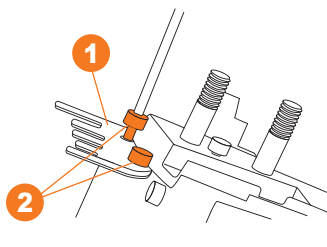

Рис. 5
2. Установите зубчатый упор **1** на установочную площадку и закрепите его винтами **2** из комплекта поставки (Рис. 5).